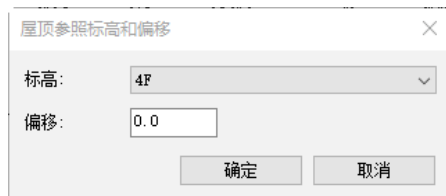

图 11-82 “屋顶参照标高和偏移”对话框
(10) 单击“建筑”选项卡“构建”面板“屋顶”下拉列表中的“拉伸屋顶”按钮，打开“屋顶参照标高和偏移”对话框，选择“标高”为“4F”，如图 11-82 所示，其他采用默认设置，单击“确定”按钮，打开“修改 | 创建拉伸屋顶轮廓”选项卡和选项栏。